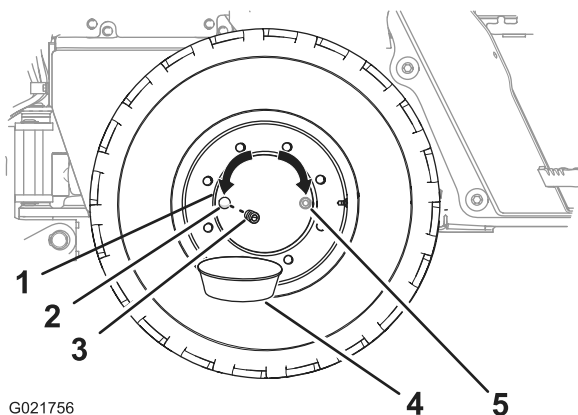

Figure 84
2. Faites avancer ou reculer la machine jusqu'à ce que le bouchon du moyeu de roue soit à la position 3 heures ou 9 heures (Figure 84).
4. Placez un bac de vidange sous l'orifice de vidange du moyeu de roue (Figure 84).
5. Retirez le bouchon du moyeu de roue (Figure 84).
6. Vérifiez que le niveau d'huile atteint le bas des filets de l'orifice d'huile (Figure 84).
8. Remettez le bouchon dans l'orifice d'huile du moyeu de roue (Figure 84).